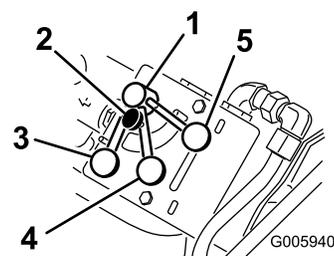

Рисунок 9
Гидравлическое оборудование тягового блока (т. е. тяговый привод, стрелы погрузчика и механизм наклона навесного орудия) работает от гидравлической системы, отдельной от вспомогательной гидравлической системы навесного оборудования, имеющего привод; однако обе эти системы питаются от одного гидравлического насоса. Используя ручку управления делителем потока (Рисунок 9), можно изменять скорость гидравлического оборудования тягового блока, направляя поток гидравлической жидкости во вспомогательную гидравлическую систему. Таким образом, чем больше гидравлической жидкости будет направлено во вспомогательную гидравлическую систему, тем медленнее будет перемещаться гидравлическое оборудование тягового блока.
**Примечание:** Ручку управления делителем потока можно зафиксировать в определенном положении путем поворота головки по часовой стрелке до упора в шкалу (Рисунок 9).